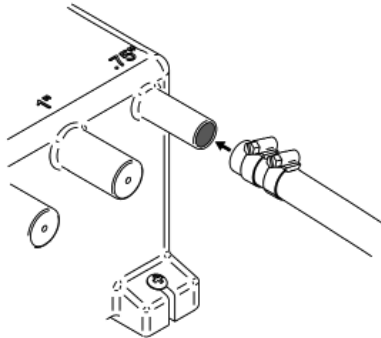

Abbildung 8 Sicherung des Schlauches am Tankanschluss
Schritt 5: Befestigen Sie alle Schläuche an den ausgewählten Anschlüssen mit geeigneten Schlauchschellen, wie in Abbildung 8 dargestellt. Stellen Sie sicher, dass keine Leckagen auftreten. Ziehen Sie die Schlauchschellen nicht zu fest an.